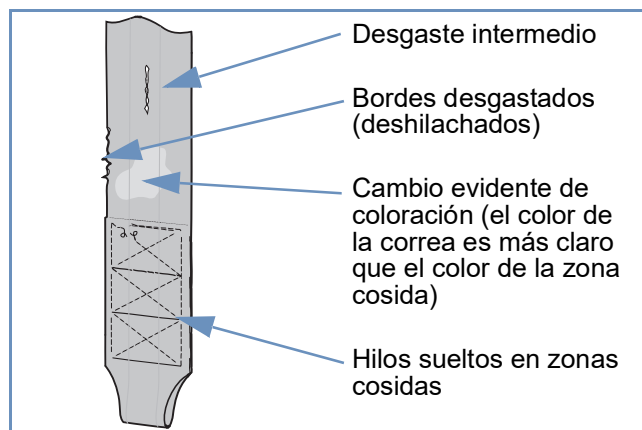

Figura 11
- Observe si hay señales de desgaste o cambios de coloración como se muestra en la figura 11.